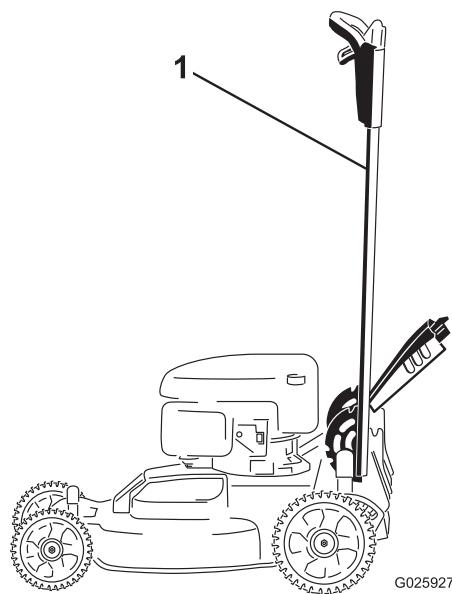

Figure 40
- Verrouillez le guidon en position verticale (Figure 40); voir Réglage de la hauteur du guidon (page 11).